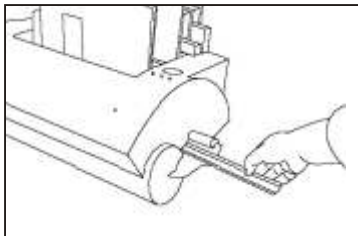

ABBILDUNG 3
4. Einlegen des Binderückens. Klebeseite nach oben! Legen Sie den Binderücken in die Leitvorrichtung an der rechten Seite des Gerätes (Abbildung 3). Die Binderücken werden dann automatisch in die richtige Position gebracht.